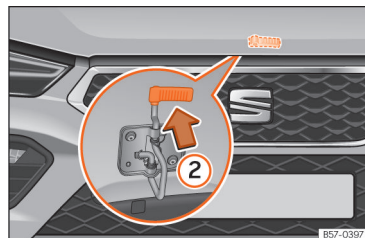

Abb. 205 Hebel unter der Motorraumklappe.
- Zum Anheben der Motorraumklappe drücken Sie den Hebel unterhalb der Motorhaube nach oben » » » **(Abb. 205) ②**. Dabei wird der Fanghaken entriegelt.